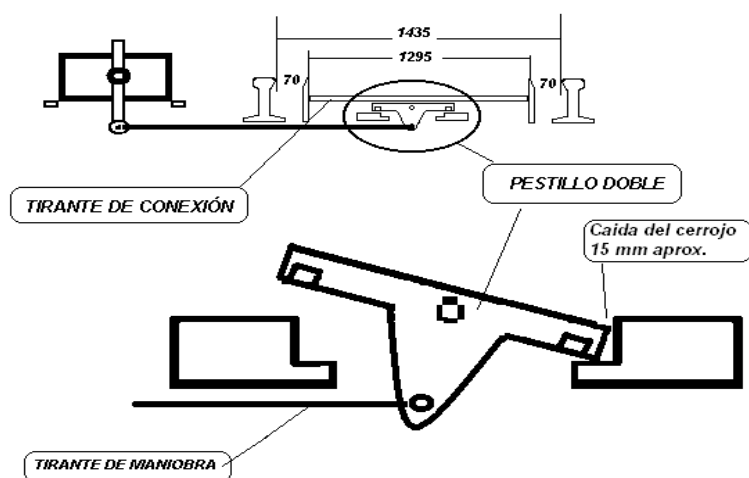

Fig. 5.1
**Procedimiento:** Una vez puesta la palanca de acople de la maquina en forma vertical, se medirá la abertura de las puntas de la aguja al riel y se dejarán la misma medida (lo que asegurará que el cerrojo estará equidistante a ambos rieles), el personal de vías podrá regular la caída del balancín de cerrojamiento a 15 mm aproximadamente, medida que se tomará desde el patín de deslizamiento del cerrojo a la cabeza del balancín (Fig.5.1) en ambos sentidos.